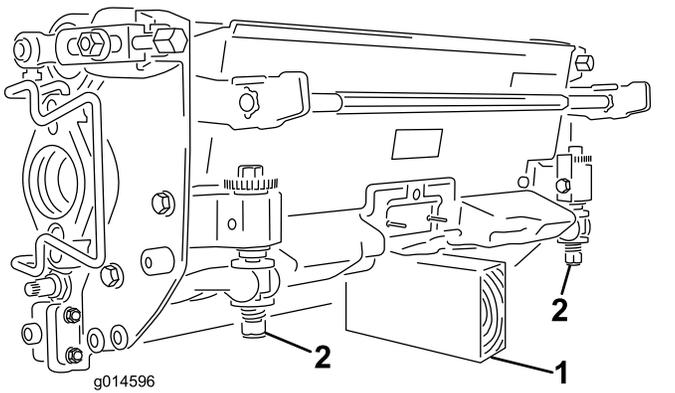

図 9
**重要** カッティングユニットを傾けてベッドナイフとリールが見えるようにする際には、ベッドバー調整ネジが床や作業台に押し付けられることのないよう、カッティングユニット後部に支えを入れて浮かせてください図9。